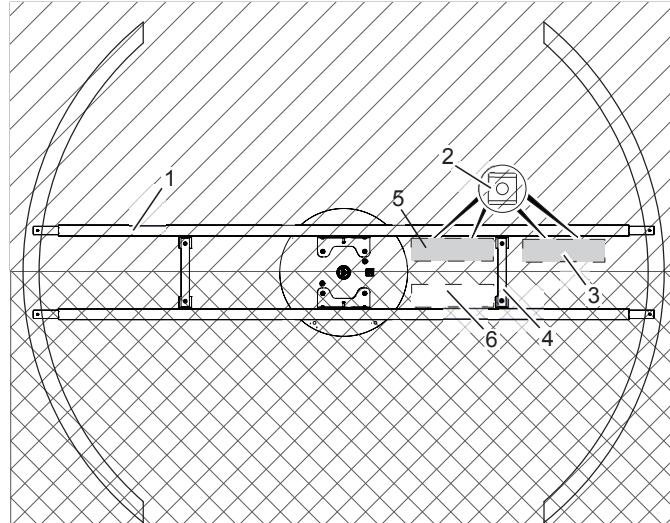
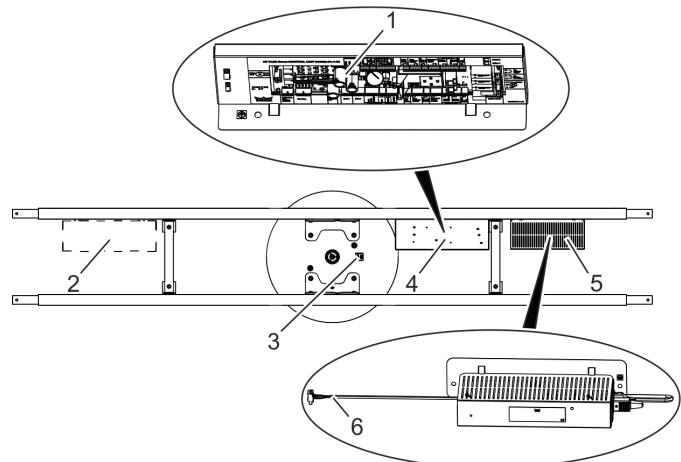

Рис. 95 Ходовые гайки для регулятора и источника питания
Рис. 96 Крепление регулятора и источника питания
Соблюдать указания по позиционированию регулятора и источника питания, приведенные на принципиальной схеме. Для дверей диаметром меньше 2,7 м источник питания нужно установить в указанное (рис. 95/6) положение.
Переместить ходовые гайки (2 шт.) (рис. 95/2) в паз (рис. 95/1) центральной оси в крепежные отверстия для источника питания (рис. 95/3).
2. Переместить ходовые гайки (2 шт.) (рис. 95/2) в паз (рис. 95/1) центральной оси для совмещения с крепежными отверстиями для регулятора (рис. 95/4).
Прикрепить регулятор (рис. 96/4) соединительной стороной (рис. 96/1) вниз в конструкции потолка.
Заделать регулятор (рис. 96/2) путем установки крепежных винтов в ходовые гайки (набор винтов 34053601150).
Для карусельных дверей с меньшим диаметром источник питания (рис. 96/2) также может быть закреплен на противоположной стороне регулятора (рис. 96/4). Перед сборкой может понадобиться переместить кронштейн (рис. 95/4).
Заделать источник питания (рис. 96/5) соединением для регулятора (рис. 96/6) к регулятору (рис. 96/4) (набор винтов 34053601150).
5. Соединить источник питания (рис. 96/3) с регулятором (рис. 96/2). См. принципиальную схему.
6. Соединить привод (рис. 96/1) с регулятором (рис. 96/2). См. принципиальную схему.